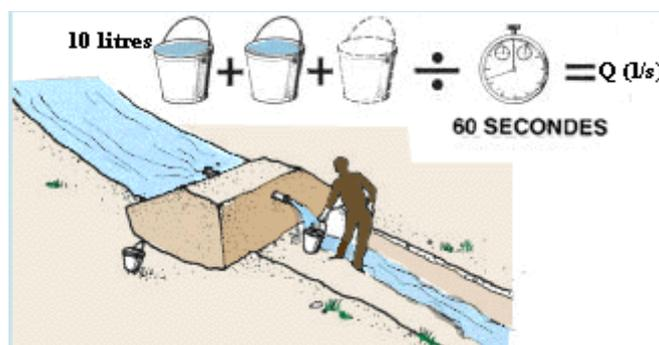

Fig.3 Mesure du débit par la méthode volumétrique.
2.2.1 La méthode capacitive ou volumétrique : La mesure consiste à déterminer le temps t nécessaire pour remplir un récipient dont le volume v est connu, il est utilisé dans le cas des sources et les petits cours d'eau (Fig.3). Le débit sera égal à :